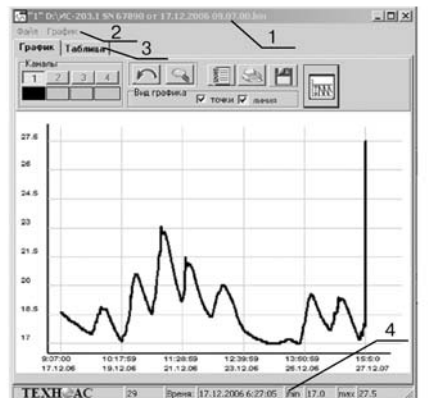

Рис.14
8.3 Открыть выделенный файл. На экране появится окно, приведенное на рис.14, где: